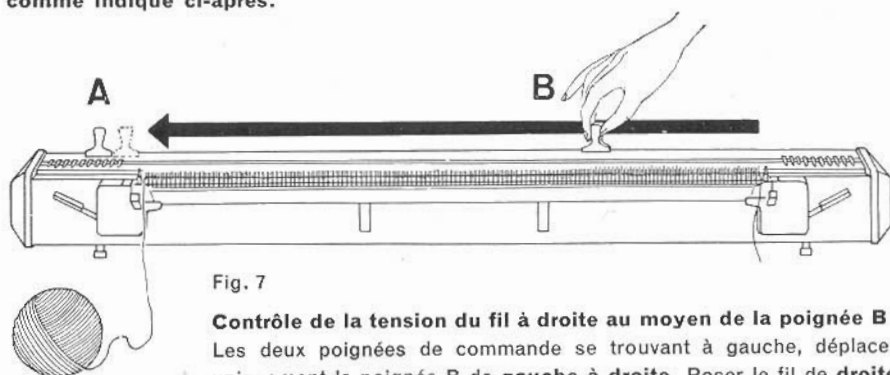

Fig. 7
**Contrôle de la tension du fil à droite au moyen de la poignée B:** Les deux poignées de commande se trouvant à gauche, déplacer uniquement la poignée B de **gauche à droite**. Poser le fil de **droite à gauche** dans le canal des dents. Ramener la poignée B à gauche (fig. 7). Les dents de tirage rentrent à nouveau et le fil se place en zigzag.